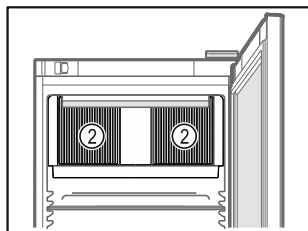

Fig. 57
- Odstąpić szczeliny wentylacyjne Fig. 57 [2] dmuchawy wewnątrz urządzenia.